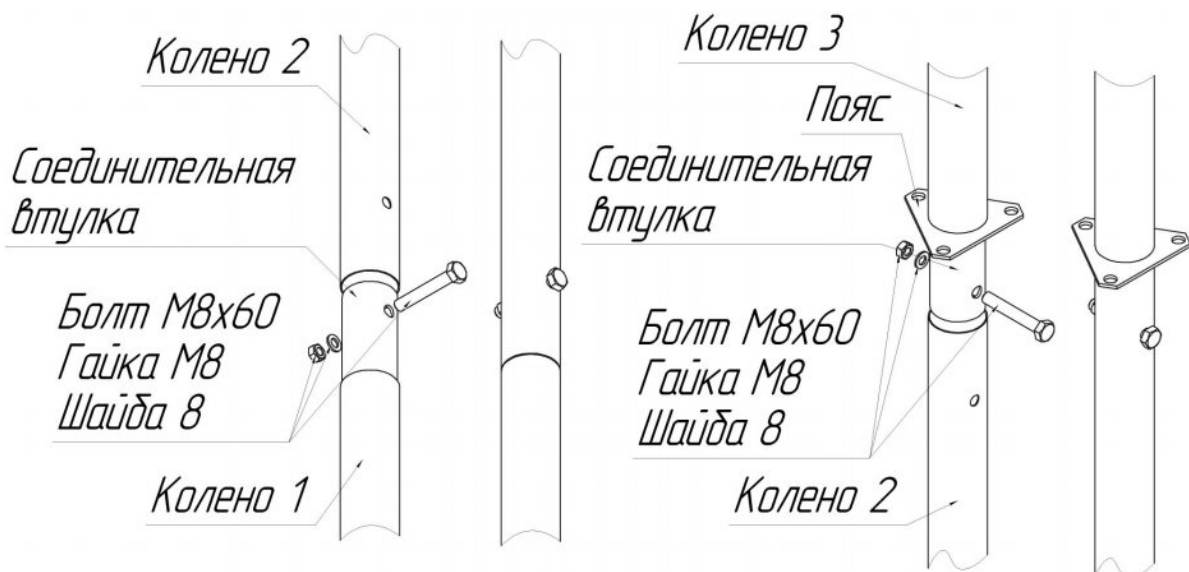

Рисунок 2 – Сборка мачты
7.1.10 Установить колено 2 в соединительную втулку колена 1, закрепить болтом (рисунок 2).
7.1.11 Надеть пояс на соединительную втулку колена 3, установить соединительную втулку колена 3 в колено 2, закрепить болтом (рисунок 2). Остальные коленья собрать аналогично, второй пояс закрепить на соединительной втулке колена 6.